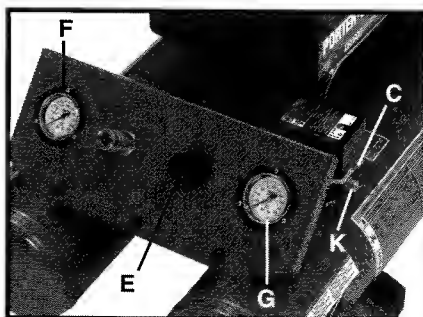

Fig. 3
Interrupteur ON/AUTO – OFF (C) Fig. 3 : Mettez cet interrupteur à ON pour alimenter le manostat automatique et à OFF pour mettre hors tension à la fin de chaque utilisation.
Régulateur (E) Fig. 3 : La pression provenant du réservoir est régulée par le régulateur. Tirez sur le bouton du régulateur pour le DÉVERROUILLER. Tournez le bouton du régulateur en sens horaire pour augmenter la pression et en sens anti-horaire pour la diminuer. Pour éviter d'avoir à corriger légèrement après réglage, approchez toujours la pression souhaitée par le bas. Pour réduire la pression, décroissez-la d'abord à une valeur inférieure à celle désirée puis accroissez-la jusqu'à la pression souhaitée. Suivant les besoins en air de chaque accessoire donné, il se peut qu'il faille ajuster la pression régulée à la sortie pendant l'utilisation de l'accessoire. Poussez le bouton du régulateur vers le bas pour le VERROUILLER à la pression choisie.
Manomètre pour pression de sortie (F) Fig. 3 : Le manomètre pour pression de sortie indique la pression d'air disponible sur le côté sortie du régulateur. Cette pression est contrôlée par le régulateur et est toujours inférieure ou égale à la pression du réservoir. Reportez-vous au « Mode de fonctionnement ».
Manomètre pour pression du réservoir (G) Fig. 3 : Le manomètre pour pression du réservoir indique la pression d'air de réserve dans le réservoir.
Soupape de sûreté (K) Fig. 3 : Si le manostat ne met pas le compresseur d'air à l'arrêt à son réglage de pression de déclenchement, la soupape de sûreté protégera contre la haute pression en « sortant » à sa pression réglée en usine (légèrement plus élevée que le réglage de déclenchement du manostat).
10. Tirez sur l'anneau de la soupape de sûreté (K) Fig. 3 et laissez l'air s'échapper du réservoir. Relâchez l'anneau quand la pression dans le réservoir est d'environ 20 psi.